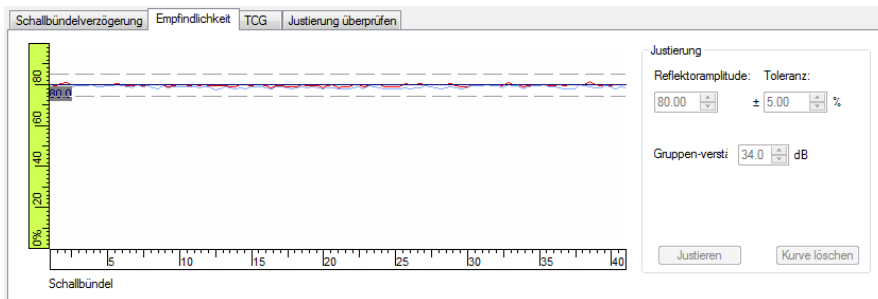

Abbildung 4-22 Kurven der Empfindlichkeitsjustierung
8. Führen Sie erneut den Justierkörper über den Referenzkursor auf dem Justierkörper, um die Justierung durch die Anzeige der roten Linie innerhalb der Toleranzlinien zu bestätigen (siehe Abbildung 4-22 auf Seite 262).